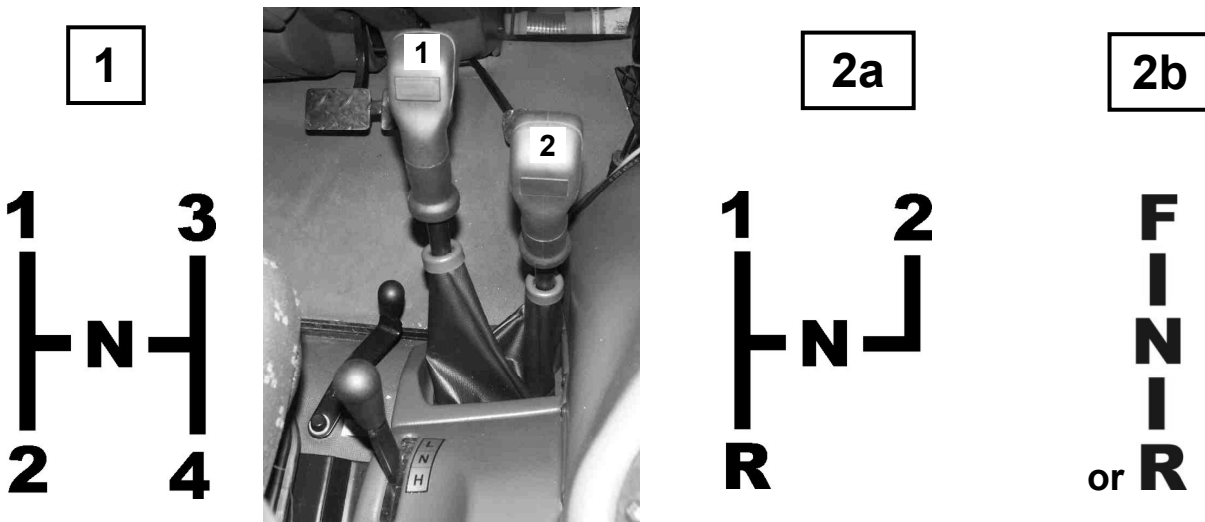

Abb.E-4. Schalthebel des Schleppers **PRONAR Typ P5**
- sicherstellen daß der Hebel **2** (**Abb.E-4**) für Auswahl der Ganggruppe und der Hebel **1** für Gangwechsel sind in der Lage **N** (mit dem Schema am Hebelgriff vergleichen).